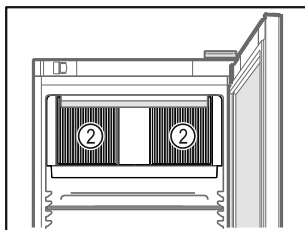

Fig. 53
- Sørg for at cirkulationsblæserens ventilationsåbninger Fig. 53 (2) i det indvendige rum altid er frie.